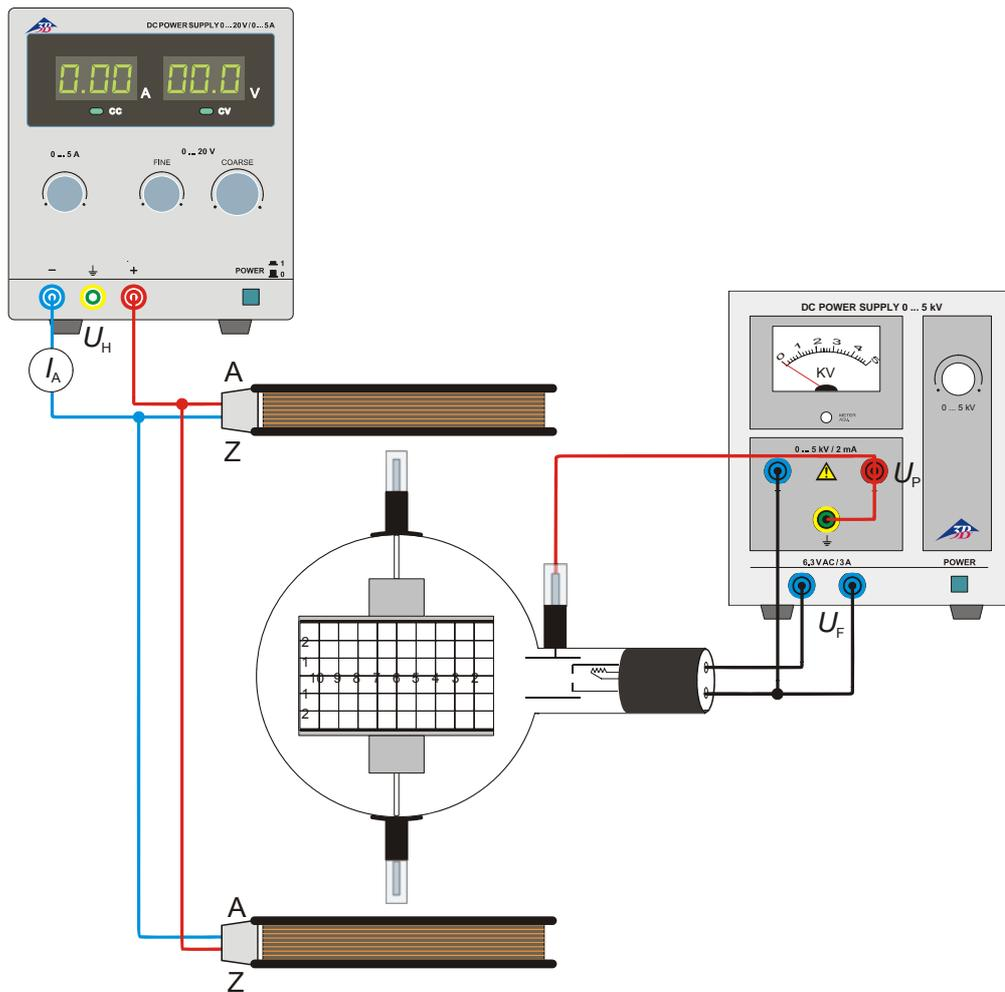

Fig. 2 Déviation magnétique
- Procédez au câblage du tube comme le montre la figure 2. Branchez le pôle négatif de la tension anodique à la prise de 4 mm marquée du signe « moins » sur le col du tube.
- Montez l'expérience comme le montre la fig. 2. L'équation suivante s'applique à la vitesse d'électron v qui dépend de la tension anodique U_A .